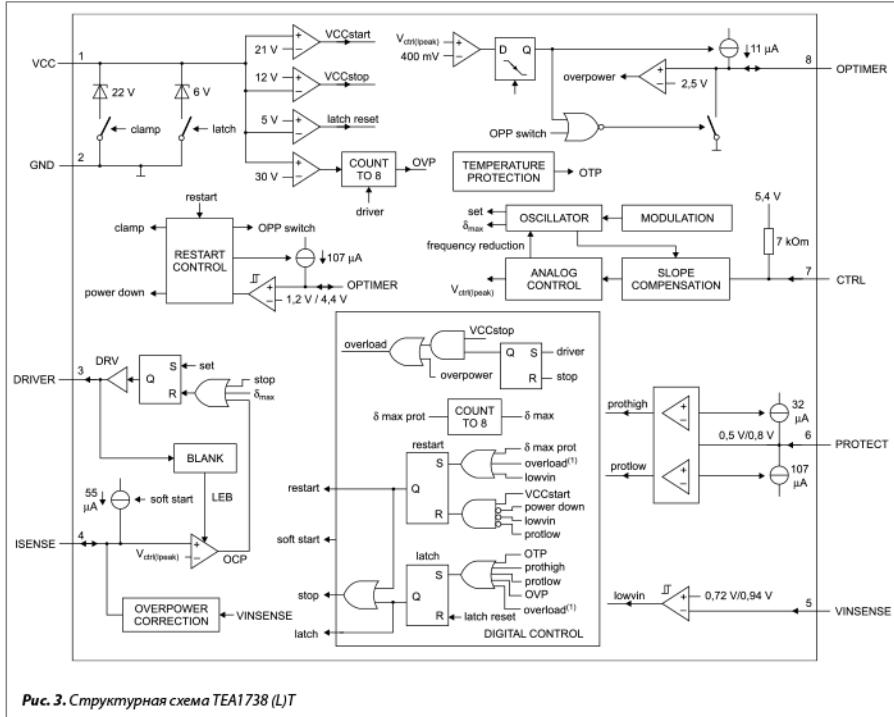

Рис. 3. Структурная схема TEA1738 (L)T
Принцип работы TEA1738 (L)T представлен на блок-диаграмме (рис. 3). В TEA1738LT сигнал перегрузки переводит контроллер в выключенное состояние, в TEA1738T этот сигнал запускает таймер перезапуска.